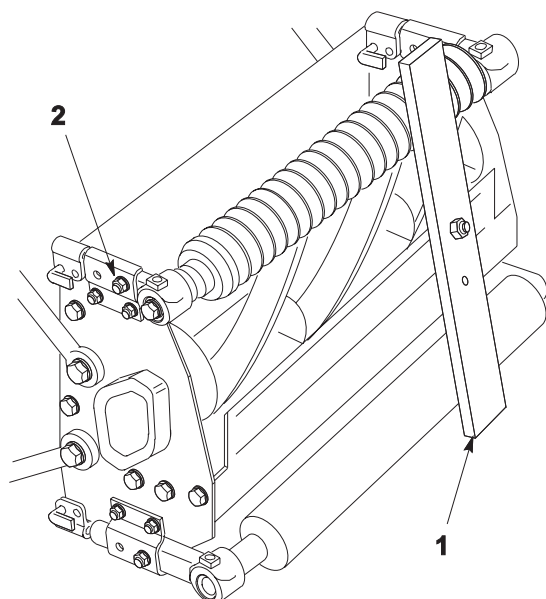

図 9
2. 前ローラ・ブラケット（左右）をアングル・ブラケットに固定しているナット（図9）を、それぞれごくわずかにゆるめる。
4. 前後のローラにゲージバーを差し渡し、ゲージバーのネジ頭がベッドナイフにぴったりと当たるように、前ローラ・サポートネジを調整する（図9）。この調整をCuttingユニットの左右両側で行う。